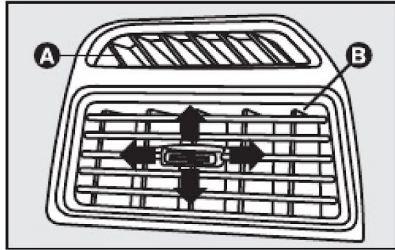

fig. 45
**DIFUSORES ORIENTÁVEIS E REGULÁVEIS LATERAIS E CENTRAIS - fig. 45 e 46**